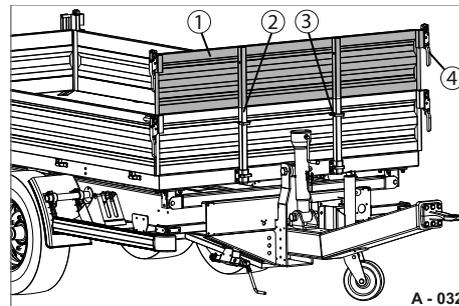
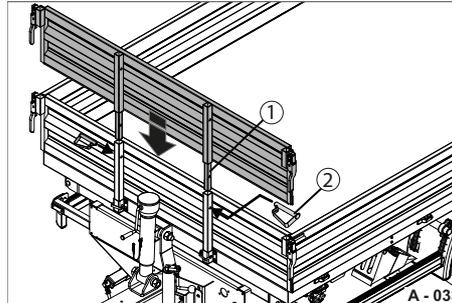

Abb. 29 Stirn-Bordwandaufsatz
Abb. 31 Stirn-Bordwandaufsatz montieren
► Stecken Sie den Stirn-Bordwandaufsatz (Abb. 29/1 & Abb. 31/1) in die Rungen der Grundbordwand (Abb. 30/2) ein.
► Stecken Sie die Federsteck-Bolzen (Abb. 31/2) durch die Bohrungen in den Rungen durch.